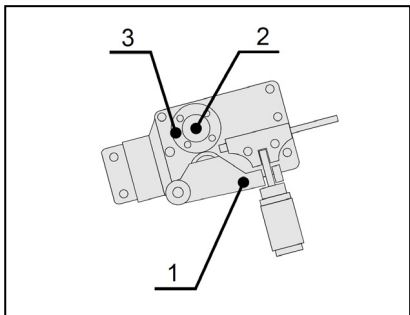

Bild 6 - Austausch der Zugrolle
2. Lösen Sie mit der Hand die geriffelte Schraube, die die Zugrolle befestigt (Abbildung 6 Position 2).
3. Die Zugrolle (Abbildung 6 Position 3) von der Welle ziehen.